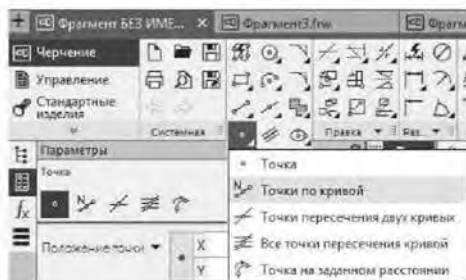

Рисунок 4.1 Выбор команды *Точки по кривой*
3) В панели инструментов *Геометрия* выбрать команду *Точка*. Удерживая ЛК мыши в *Панели расширенных команд*, выбрать опцию *Точки по кривой* (рисунок 4.1).